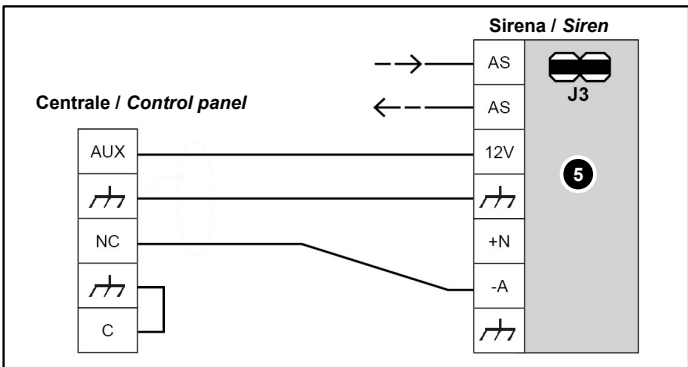

Fig. 5 - Collegamento 8030-ISS003(-A) / 8030-ISS003 (-A) connection
• PROCEDURA DI COLLEGAMENTO TRAMITE MORSETTO: -A**Eseguire le seguenti operazioni (fig. 5):**
• CONNECTION PROCEDURE VIA TERMINAL BLOCK: -A**Perform the following operations (fig. 5):**